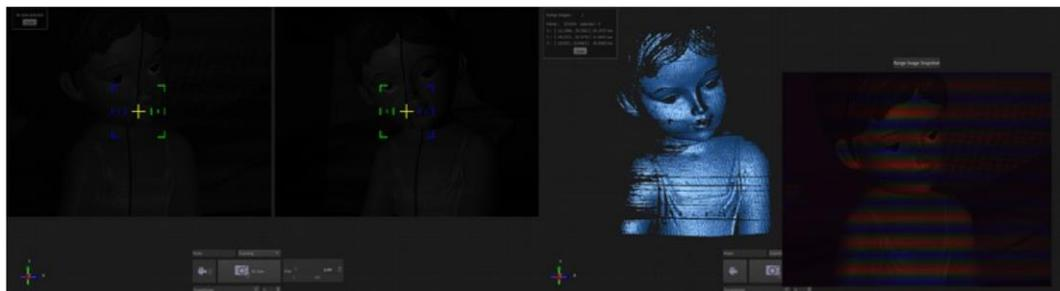
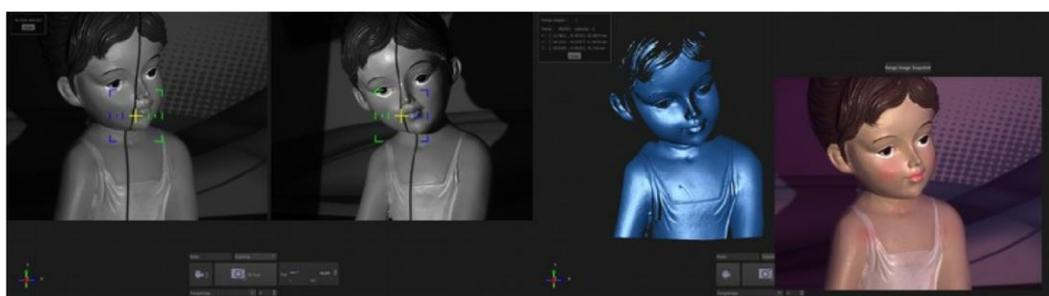
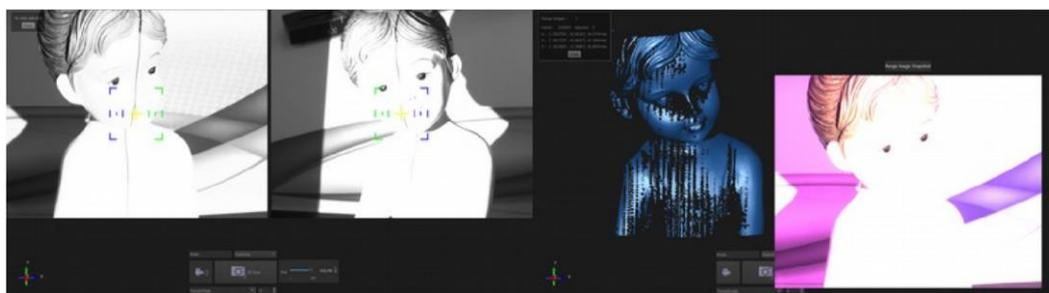

Рисунок 14: пример уменьшенной экспозиции камер.
Рисунок 15: пример нормальной экспозиции камер.
Рисунок 16: пример увеличенной экспозиции камер.
**СОВЕТ:** Продолжительность экспозиции, которое контролирует количество света, поглощаемого камерами, является параметром, предварительно установленным в программном обеспечении IDEA. В экстренных случаях, когда свет от окружающей среды является препятствием, можно отрегулировать продолжительность экспозиции камер вручную, понижая или повышая показания счётчика и создавая более благоприятную ситуацию. На следующих изображениях показан объект, кадрированный камерами в надлежащих условиях освещения с применением нескольких уровней экспозиции: уменьшенная экспозиция (см. Рис. 14), нормальная экспозиция (см. Рис. 15) и увеличенная экспозиция (см. Рис. 16).